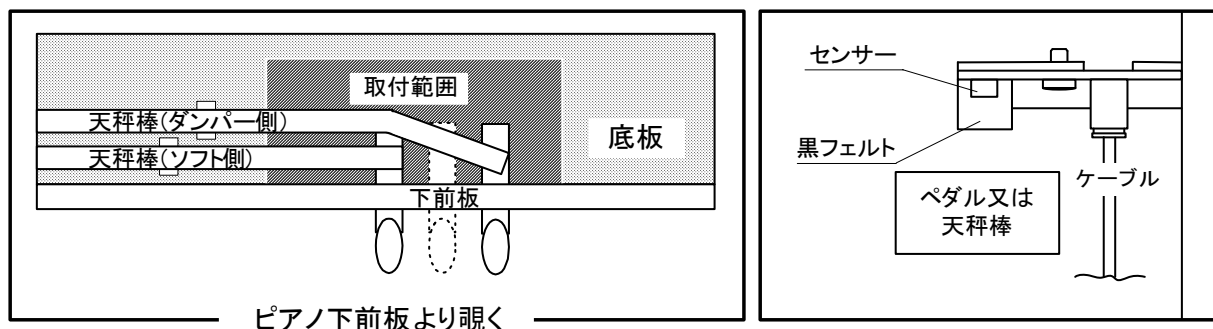

図3.4-1 ペダルユニットの取り付け
(1) ペダルユニットはダンパー用とソフト用に分かれている。それぞれを図3.4-1の取付範囲内で、ペダル操作時に上下する部分の上側にセンサーが配置できる場所へ、ペダルユニットを仮固定する。